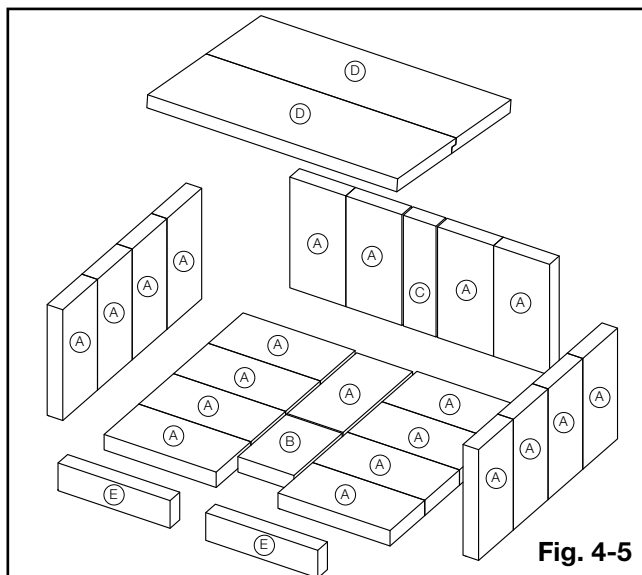

Fig. 4-5
Avec l'installation de l'appareil et la cheminée completé, déplacez les briques en place comme illustré ci-dessous (**Fig. 4-5**).
Placez brique (C) dans le centre, avec deux briques (A) sur chaque côté comme illustré (**Fig. 4-5**).